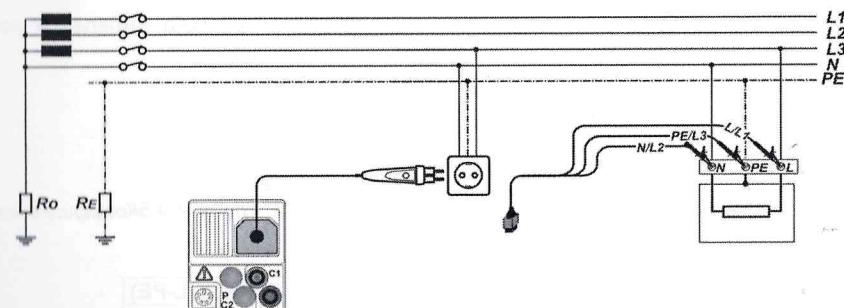

Рисунок 5.27: Подключение штепсельного щупа «plug commander» и 3-х проводного тестового кабеля
- и Рисунок 5.27: Подключение штепсельного щупа «plug commander» и 3-х проводного тестового кабеля